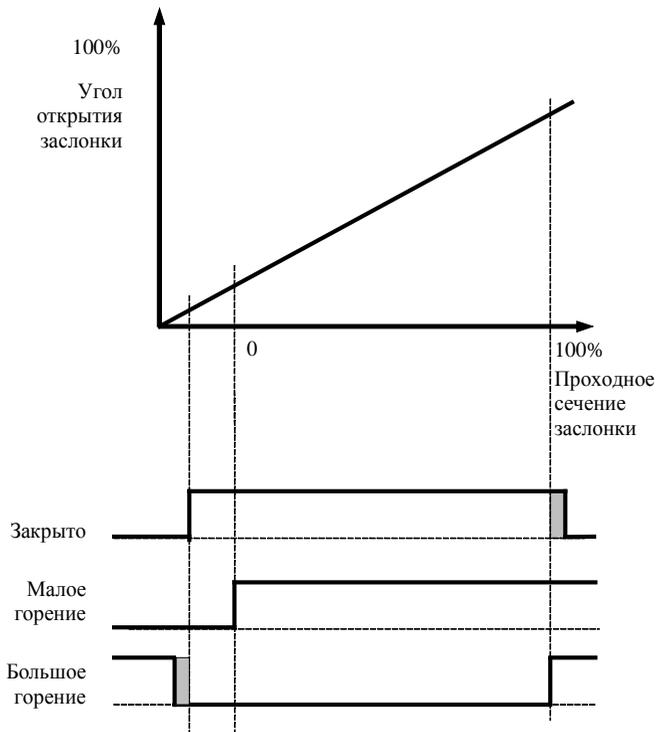

Рисунок 2
- 7.4 Следует обратить особое внимание на «краевые эффекты»: при отработке исполнительным механизмом положений «Закрыто» или «Большое горение» допускается небольшое перерегулирование. Если выбран слишком большой угол работы исполнительных механизмов, то возможно «обратное» срабатывание концевых выключателей «Закрыто» и «Большое горение», как это показано заштрихованными участками на рис.2. При этом контроллер будет давать аварийное